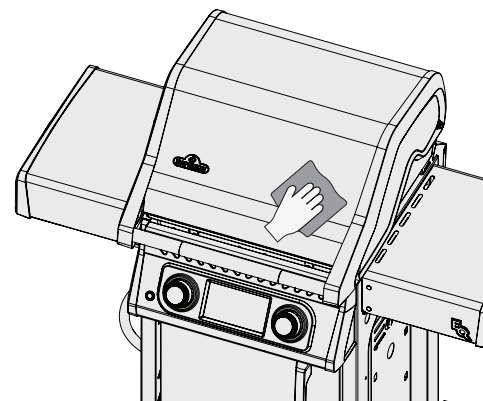

Fig. 9
- Sempre limpe no sentido do grão. (Fig. 9)